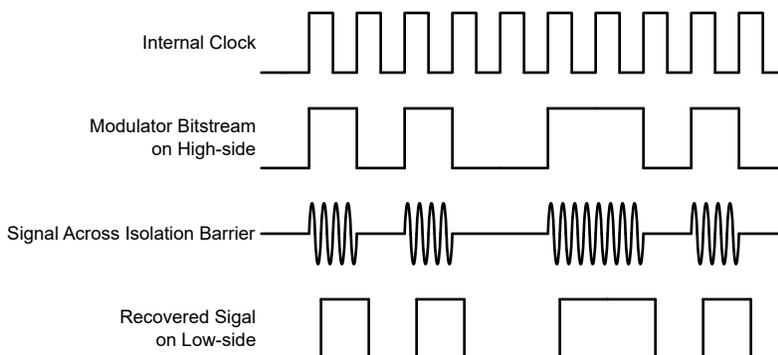

図 7-1. OOK ベースの変調方式
図 7-1 に示されているように、AMC0x30D-Q1 は、オン / オフ キーイング (OOK) 変調方式を使用して、変調器の出力ビットストリームを、SiO₂ ベースの絶縁膜間で伝送します。送信ドライバ (TX) をに 機能ブロック図 示します。TX は、内部で生成された高周波キャリアを絶縁バリア越しに送信し、デジタル 1 を表現します。ただし、TX はデジタル 0 を表す信号を送りません。AMC0x30D-Q1 で使用されるキャリアの公称周波数は 480MHz です。